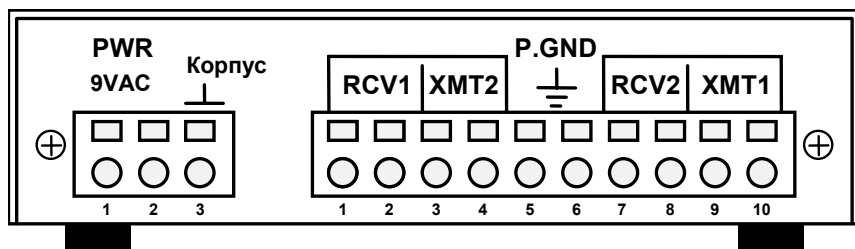

Рис. 7. Задняя стенка регенератора.
На задней стенке регенератора расположены две группы зажимов, как показано на Рис. 7. Первая группа (3 зажима) предназначена для подключения питания регенератора и сигнального заземления (корпуса). Вторая группа (10 зажимов) предназначена для подключения регенератора к линии связи, подключения грозозащитного заземления (P.GND).
Подключение регенератора к сопрягаемым участкам линий связи выполняется в соответствии с Рис. 1. Концы проводников линии связи зачищаются на длине 5...6мм и подключаются к регенератору, см. Рис. 7 на стр.13.
1. Отсоединить линейные провода от всех линейных зажимов регенератора, см.Рис. 7 на стр.13.
5. Установить перемычки между линейными зажимами 1-3 и 2-4, см.Рис. 7. Индикатор **LOS1** должен погаснуть.
6. Установить перемычки между зажимами 7-9 и 10-8, см.Рис. 7. Индикатор **LOS2** должен погаснуть. На передней панели должны гореть только индикаторы **PWR** и **TEST**.